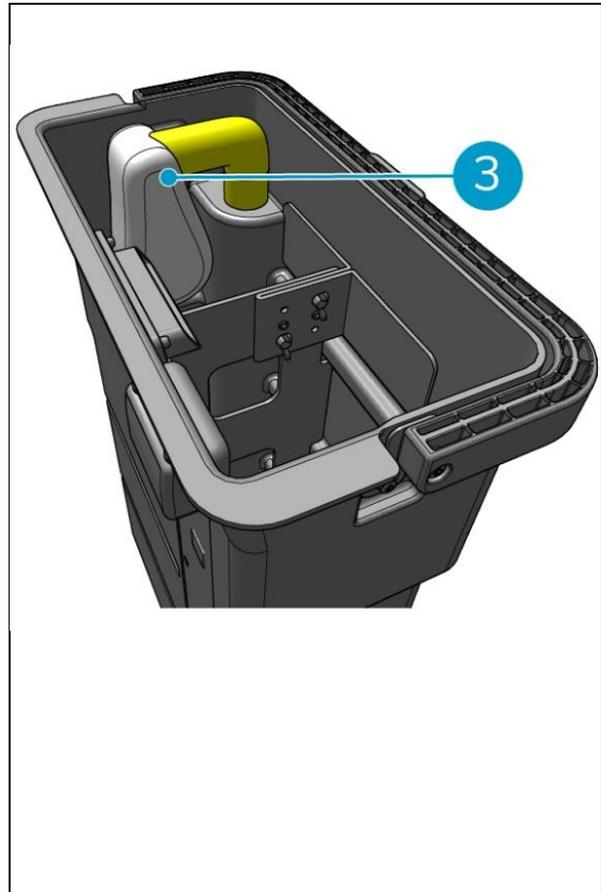

Figure 32
9. Desserrer la corde de traction du sac filtrant (Figure 32, pos. 3).